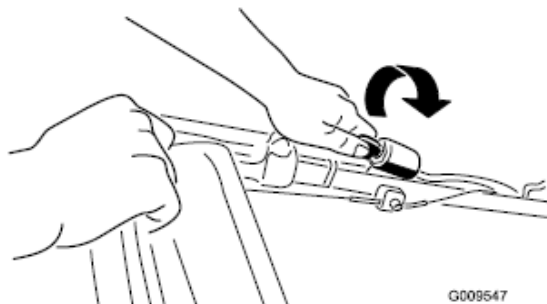
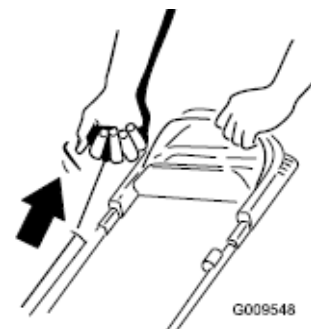

Figure 11
Figure 12
2. Obrócić kluczyk rozrusznika w stacyjce (Fig. 11) (modele z rozrusznikiem elektrycznym) lub pociągnąć uchwyt rozrusznika ręcznego (Fig. 12)